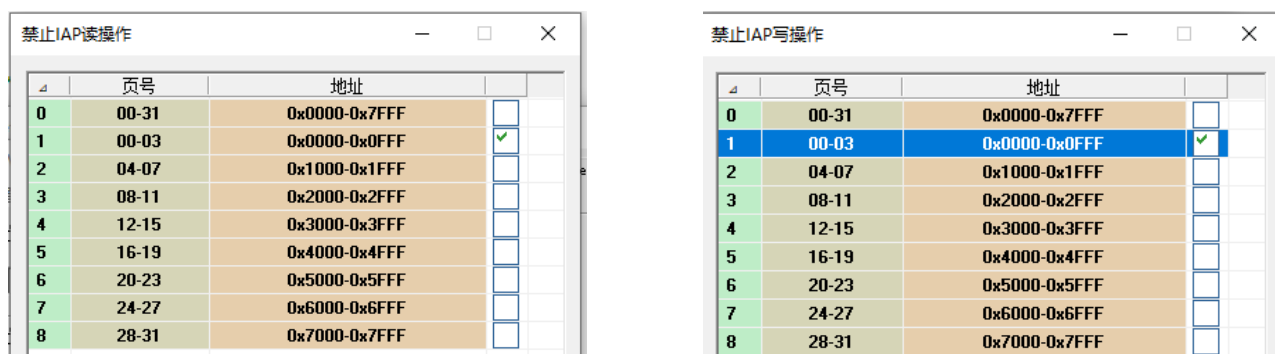

图 2-5 IAP 操作选择
- 5、根据需求勾选相应的扇区后点击确定。(如图 2-5)
KEIL 编译后会提示被编译的 code 的字节个数，以 HC89T3541 的“Flash 做类 EEPROM 读写”范例为例，本例程编译的字节为 585 个（如图 2-9），而实际代码量=585 - code 修饰的变量的总字节数（本例程中未使用 code 修饰变量，所以此时实际代码量=585）。由于 HC89T3541 以 4K 字节为保护为单位，所以在勾选时勾选 0、1、2、3 页（如图 2-5和图 2-8）。部分 MCU 以 1K 字节为保护单位，用户根据需求选择即可。